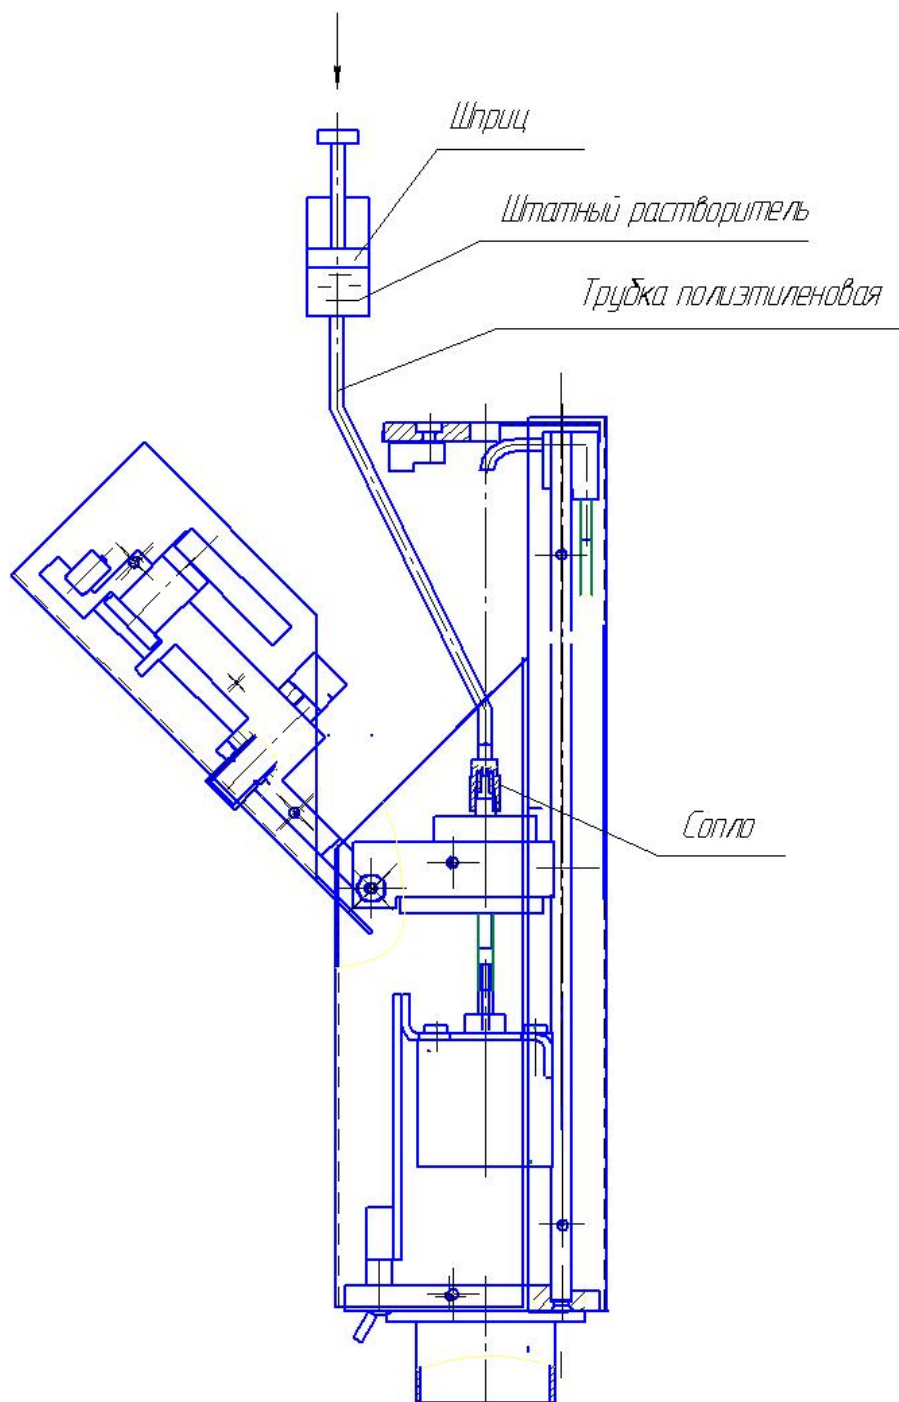

Рис.3.2.1 Прямоугольная печатающая головка
Процесс прочистки соплового элемента выполняется следующим образом (см. рис.3.2.1):
4.	Проводить прочистку сопла путем принудительной ручной подачи жидкости с помощью шприца. Для этого: а) ПГ держать в вертикальном положении, как показано на рис. 3.2.1, и надавить с усилием (1-2 кг) на поршень шприца для подачи жидкости в сопло в течении 10-15 сек. б) Отсоединить ПЭ трубку со шприцем от сопла.